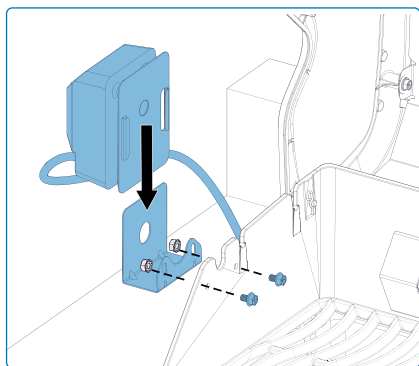

Fig. 3
1. Instale el motor del roscicero en el lateral de la parrilla usando los soportes de montaje. Algunos modelos tienen soporte premontado (**Fig. 3**).
2. Una vez que el soporte esté fijado al asador, deslice el motor del roscicero sobre el soporte (**Fig. 3**).